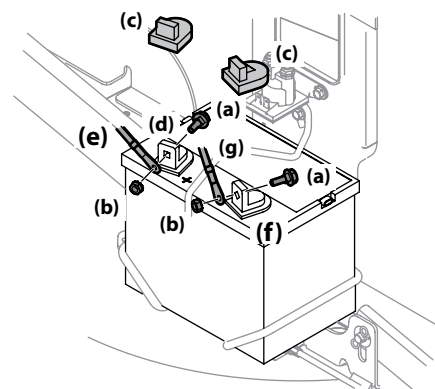

Figura 2-14
- Extraiga los pernos hexagonales instalados en fábrica (a) ubicados en el extremo del arnés de cables. Guarde los herrajes para uso posterior. Consulte la Figura 2-14.